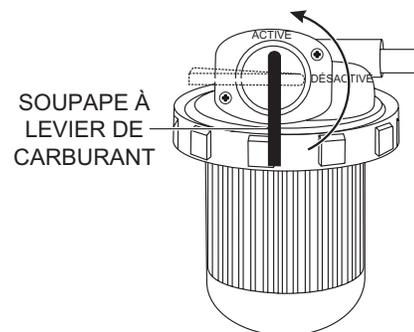

Figure 25. Levier du robinet de carburant
3. Placer le levier du robinet de carburant (Figure 25) en position **ACTIVÉ**.